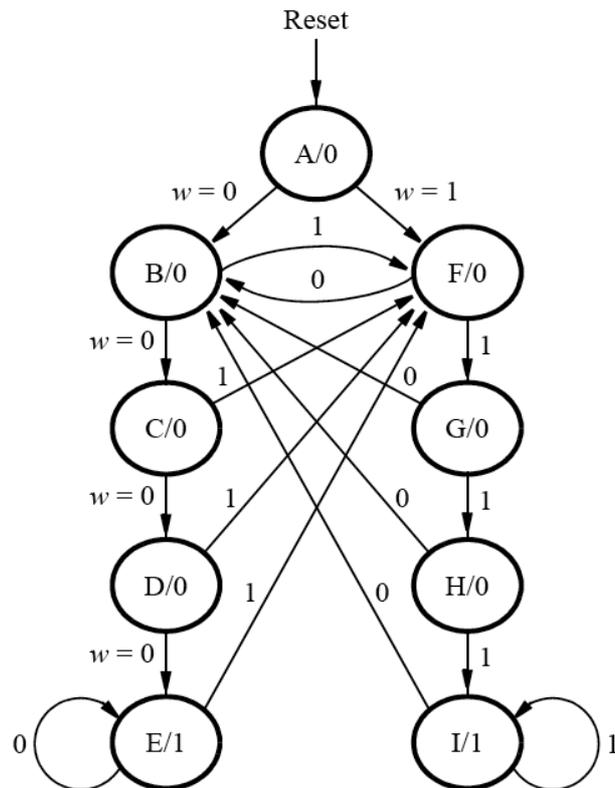

Abbildung 2: Zustandsautomat für die Sequenzerkennung
Der entsprechende Zustandsautomat (ein Moore-Automat) wird in Abb. 2 gezeigt.
2. Untersuchen Sie die von Quartus II erzeugte Schaltung mit dem RTL-Viewer. Schauen Sie sich auch den erzeugten Zustandsautomaten an, und stellen Sie sicher, dass er dem Automaten in Abb. 2 entspricht. Beachten Sie ebenfalls die Codierung der Zustände.